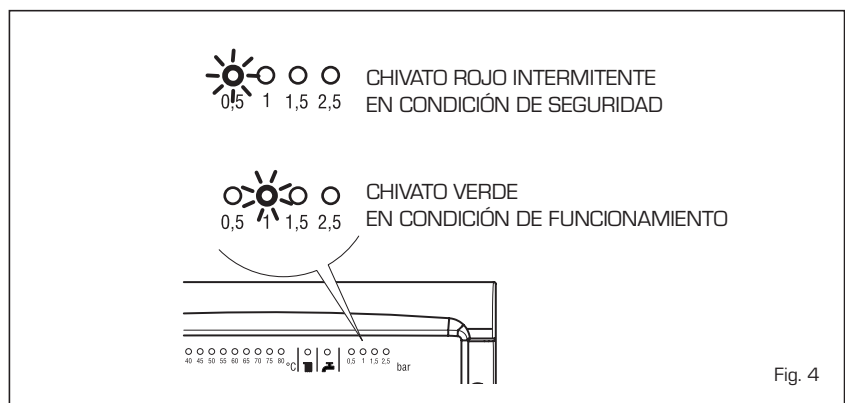

Fig. 4
– Presión insuficiente agua (fig. 4)